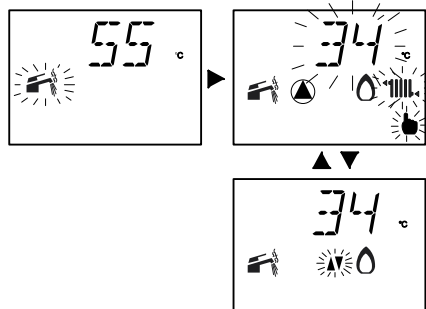

Fig. 7.7
- En la pantalla LCD la variación se indica con el encendido alternado de los símbolos expuestos en la Fig. 7.7. (Ejemplo: potencia térmica de calefacción al máximo).